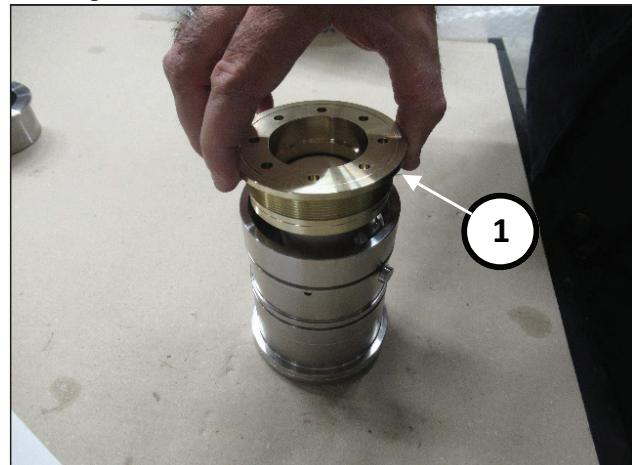
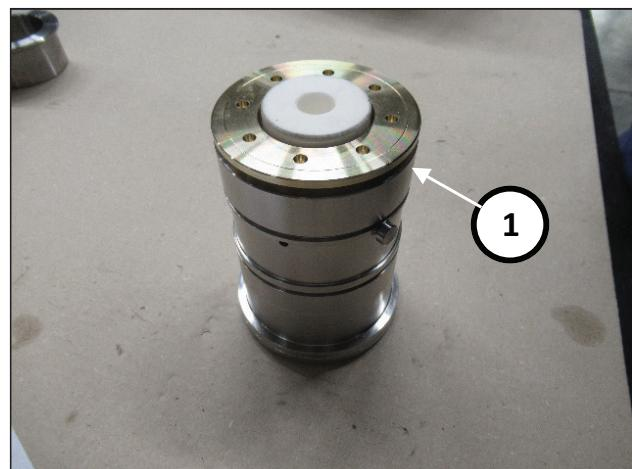

Abb. 186
Abb. 187
Ziehen Sie den Innendorn und den Außenring des Werkzeugs Art.27945400 heraus und schrauben Sie den Dichtungshalter mitsamt ND-Dichtung und O-Ring (Pos. ①, Abb. 186) bis auf Anschlag ein (Pos. ①, Abb. 187)